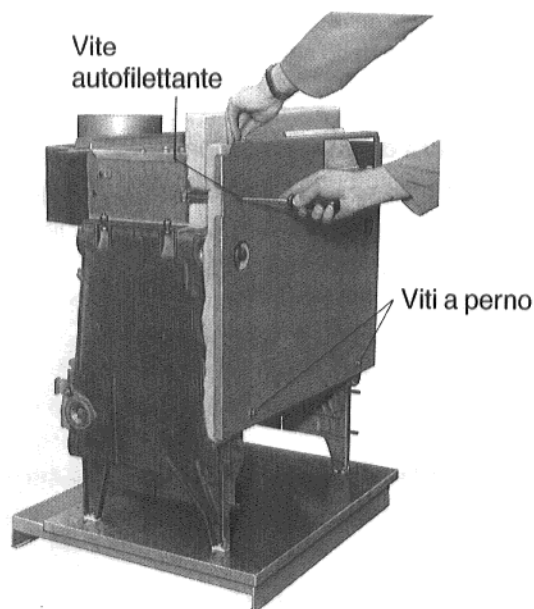

Fig. 32 – Figura esplicativa
- Avvitare la **parete intermedia** ai supporti con 2 viti autofilettanti (Fig. 32.)